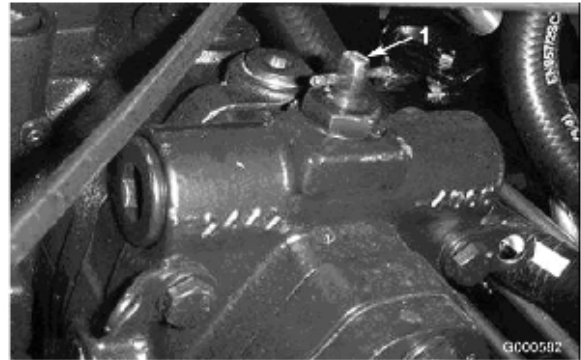

図 15
2. バイパス・バルブのレバー（図15）を右または左に90°回転（4分の1回転）させると内部でバイパスが形成される。これにより、トランスミッションを破損することなく機械を押し移動できるようになる。バルブを開けたとき、どちらの方向に回したかを覚えておくこと。